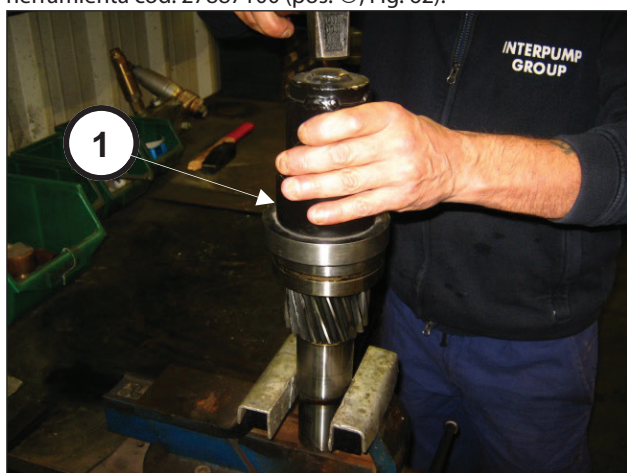

Fig. 62
Montar el cojinete 65x120x31 en el piñón utilizando la herramienta cód. 27887100 (pos. ①, Fig. 62).